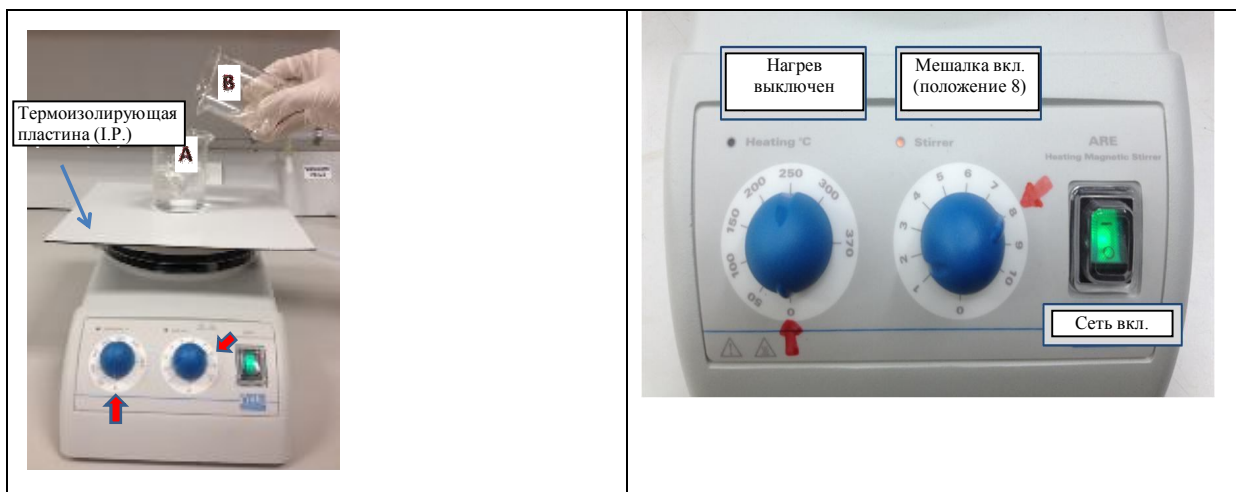

Рисунок 1. Установка для исследования кинетики «химических часов».
- Нагрев магнитной мешалки **ДОЛЖЕН БЫТЬ ВЫКЛЮЧЕН** (см. рис. 1) Обязательно убедитесь, что мешалка не нагрета. Положите термоизолирующую пластинку (подписана I.P.) на мешалку для дополнительной термоизоляции.
Поместите в стакан якорек и раствор #А, содержащий $\text{Na}_2\text{S}_2\text{O}_3$, KI, KNO_3 и крахмал. Включите магнитную мешалку и установите скорость перемешивания на 8 (см. рис. 1). Быстро прилейте раствор #В, содержащий $\text{Fe}(\text{NO}_3)_3$ and HNO_3 , к раствору #А и **незамедлительно включите секундомер. Определите время до резкого изменения окраски раствора на синюю.** Измерьте температуру раствора с помощью цифрового термометра.